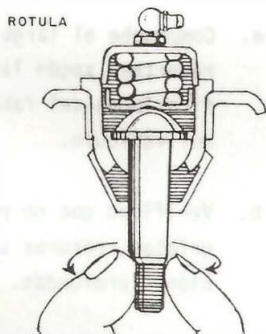

Fig. 5
PASO 3: Revise los pasadores, los bujes, y las rótulas de los brazos (tijeras) (fig. 5).